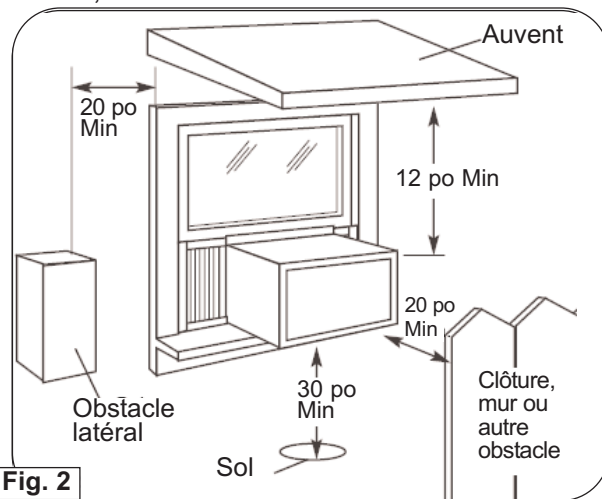

Fig. 2
D) Laissez suffisamment d'espace libre autour du caisson pour permettre une ample circulation d'air à travers l'appareil. Voir Fig. 2. L'arrière de l'appareil doit donner sur l'extérieur de la maison et non pas dans un garage ou à l'intérieur d'un immeuble.